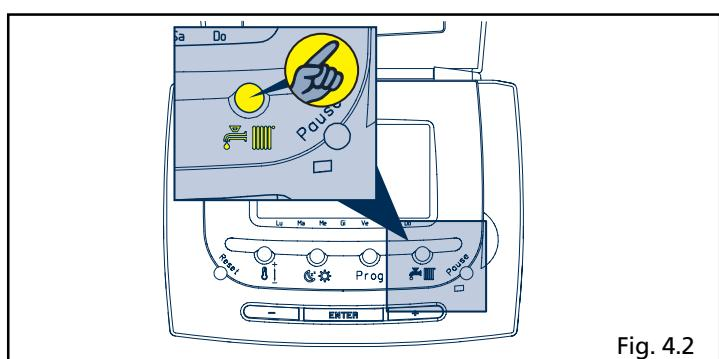
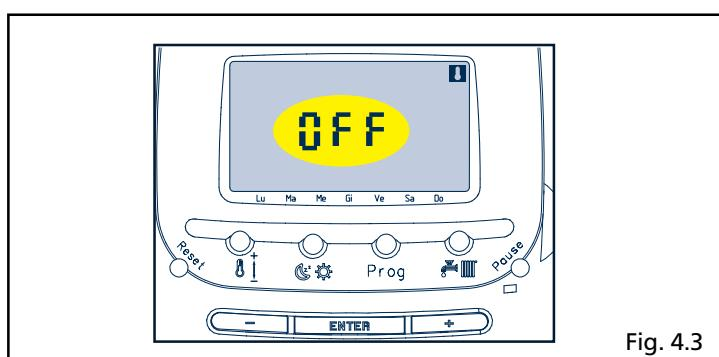

Fig. 4.2
Fig. 4.3
- premere il tasto estate inverno  sul pannello comandi a distanza (fig. 4.2). Premendo una volta il tasto  si passa dalla funzione OFF (fig. 4.3) alla
Premendo una seconda volta il tasto  si passa alla funzione inverno (fig. 4.2)